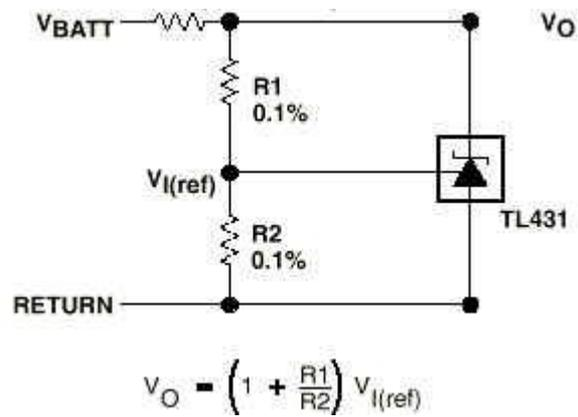

图 2
德州仪器公司 (TI) 生产的 TL431 是一个有良好的热稳定性能的三端可调分流基准源。它的输出电压用两个电阻就可以任意地设置到从  $V_{ref}$  (2.5V) 到 36V 范围内的任何值 (如图 2)。该器件的典型动态阻抗为  $0.2\ \Omega$ ，在很多应用中可以用它代替齐纳二极管，例如，数字电压表，运放电路、可调压电源，开关电源等等。
如图 2 所示的电路，当 R1 和 R2 的阻值确定时，两者对 Vo 的分压引入反馈，若 Vo 增大，反馈量增大，TL431 的分流也就增加，从而又导致 Vo